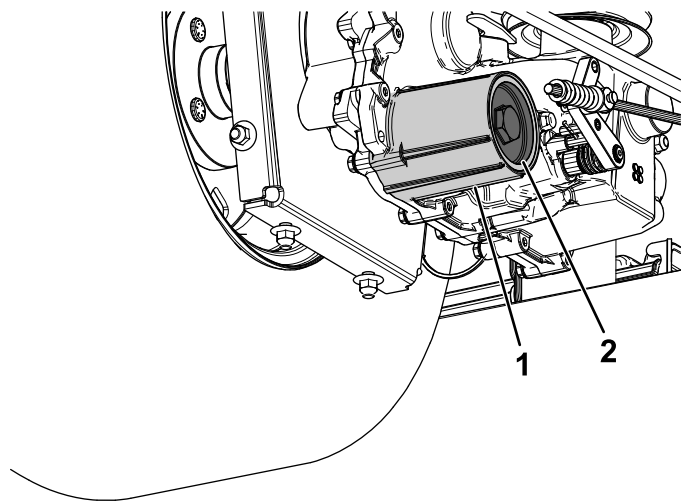

Figura 70
7. Retire la tapa del filtro de fluido hidráulico del transeje para vaciar el fluido (Figura 70).